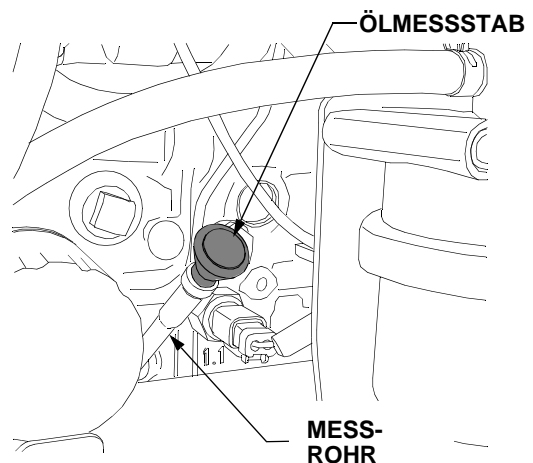
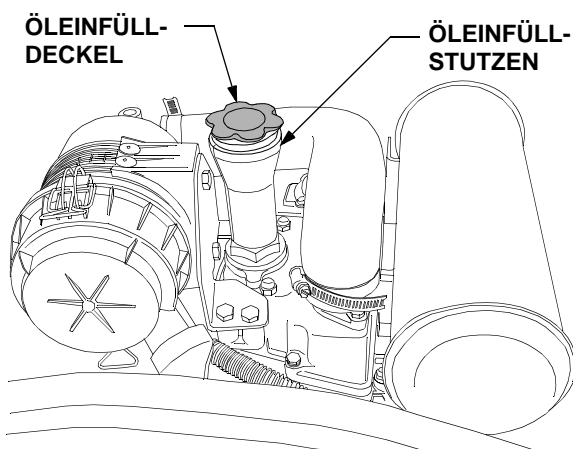

Abbildung 51
Abbildung 53
- Den Ölstand nur kontrollieren, während der Motor gestoppt hat und der Traktor auf einer ebenen Fläche steht. Den Bereich um den Ölmesstab sauber halten, damit kein Schmutz in das Kurbelgehäuse gelangen kann. Siehe Abbildung 51.
- Den Bereich um den Öleinfüllstutzen sauber halten, damit kein Schmutz in das Kurbelgehäuse gelangen kann. Siehe Abbildung 53.
- Ölmessstab und Öleinfülldeckel abnehmen. Siehe Abbildung 51 und Abbildung 53.